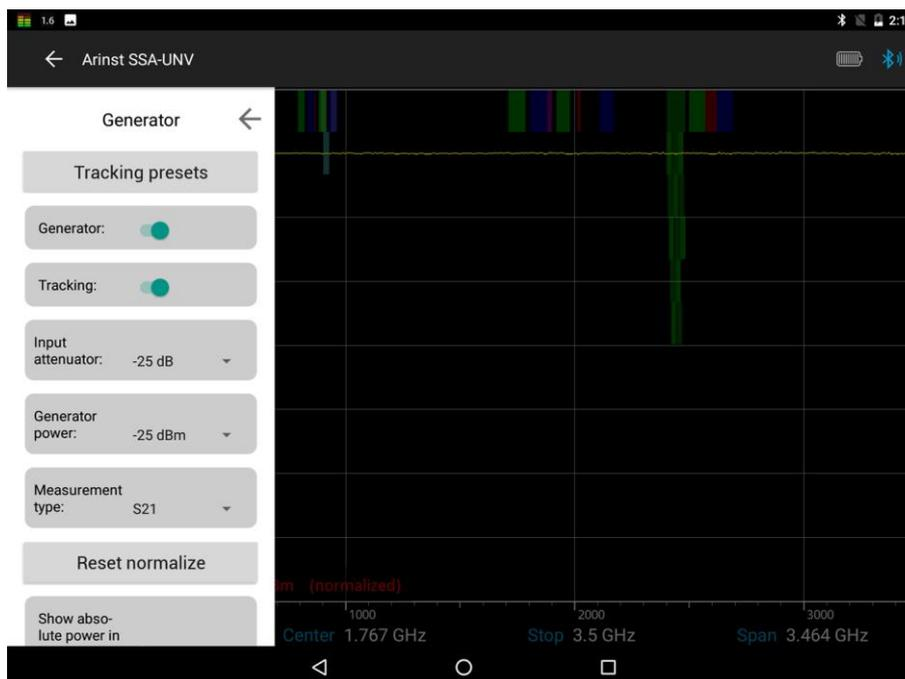

Рисунок 70 – Устранение влияния соединительных проводов и разъемов исследуемой цепи
9.2.3. Для снятия амплитудно-частотной характеристики тестируемого оборудования, выберите режим **S21** в меню выбора типа измерения **Measurement type**. Соедините между собой выход генератора (1) **TG OUT** прибора и антенный вход (2) **RF IN** и проведите нормализацию **Normalize**, рисунок 70.